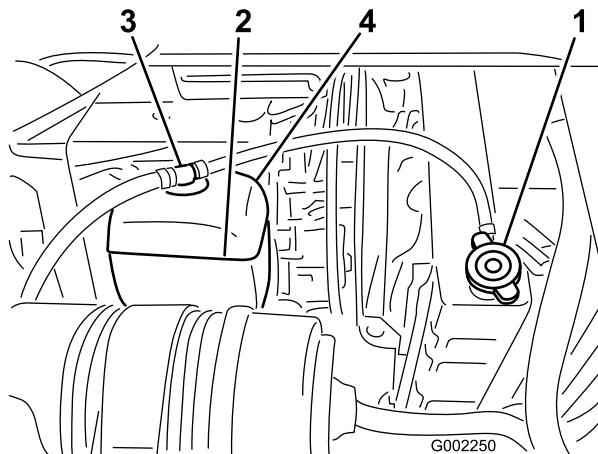

Figura 53
3. Togliete attentamente il tappo del radiatore e il tappo del vaso di espansione (Figura 53).